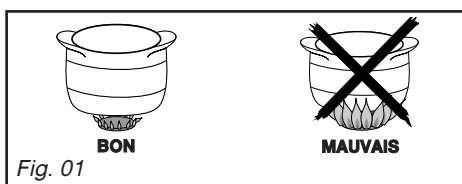

Fig. 01
– Réglez la couronne de flammes de façon que celles-ci ne débordent pas du pourtour du récipient (Fig. 01).
Positionnez la manette sur le repère qui convient à la cuisson souhaitée (Fig. 01) (voir tableau des cuissons en fin de notice). Le voyant de mise sous tension du foyer s'allume.